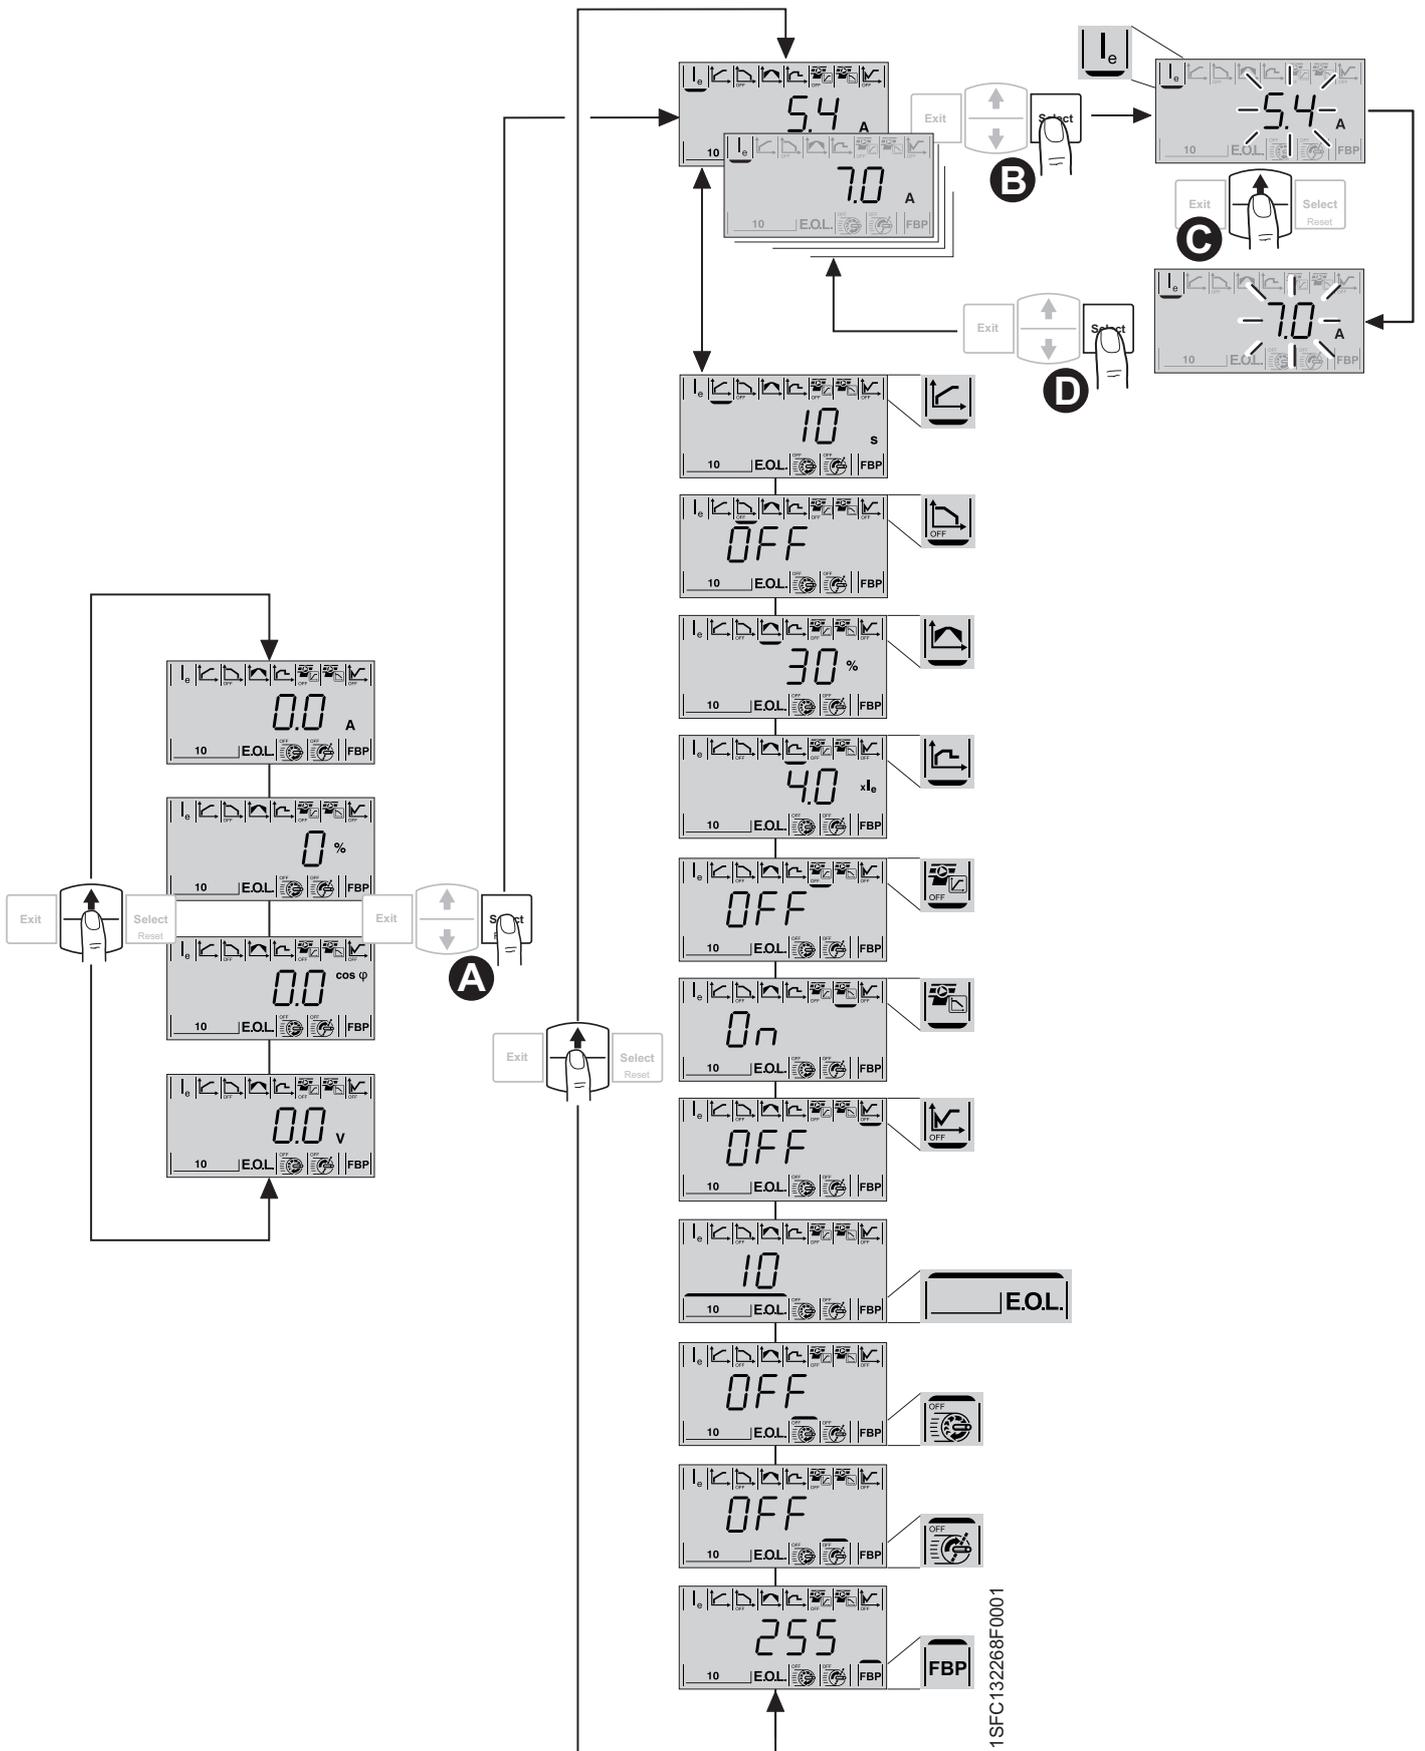

Abb. 6.10: Navigieren im Menü
3. Drücken Sie die Select-Taste, um in die Einstellungsebene zu gelangen. Siehe **A** in Abb. 6.10. Ein Cursor markiert den änderbaren Parameter, in diesem Fall den Bemessungsstrom  $I_e$ .
4. Drücken Sie die Select-Taste erneut, um die Bearbeitung des Parameters Bemessungsstrom zu aktivieren. Siehe **B** in Abb. 6.10. Ein blinkender Wert in der mittleren Zeile zeigt an, dass der Parameter gescrollt und ausgewählt werden kann.
5. Erhöhen oder vermindern Sie den Wert, indem Sie wiederholt die Navigations-Tasten drücken. Halten Sie die Taste gedrückt, um das Scrollen zu beschleunigen. Siehe **C** in Abb. 6.10.
6. Wenn der Bemessungsstrom des Motors erreicht ist, drücken Sie die Select-Taste erneut zum Speichern. Siehe **D** in Abb. 6.10.